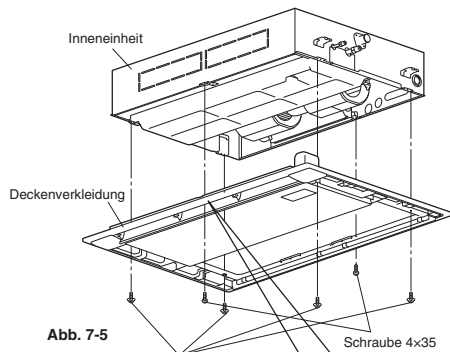

Abb. 7-5
- (5) Die Installationsöffnungen für die Deckenverkleidung und die Schraubenbohrungen der Inneneinheit zur Deckung bringen.
- (6) Die mitgelieferten Kombischrauben an den vier Deckenverkleidungs-Befestigungspunkten eindrehen und festziehen, bis die Verkleidung sicher an der Inneneinheit befestigt ist. (Abb. 7-5)